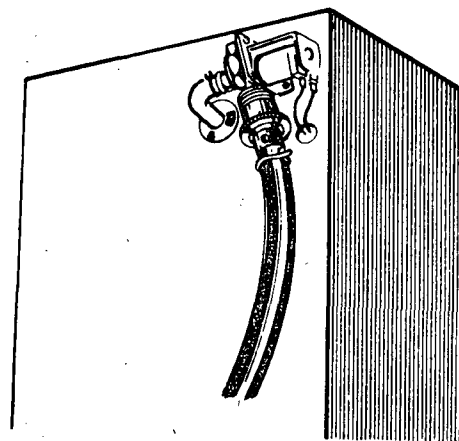

Fig. 9
- h Recoloque a válvula, o tubo e a braçadeira anteriormente retirados (fig. 9).